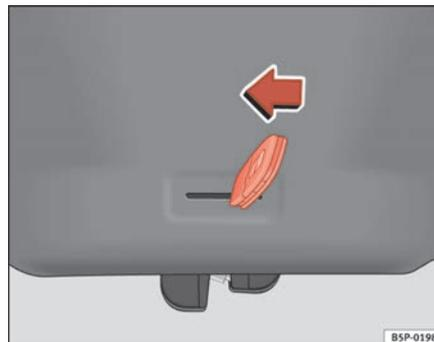

Fig. 68 Hayon arrière : ouverture d'urgence
- Introduisez le panneton de la clé dans la rainure et déverrouillez le système de fermeture en dirigeant la clé de droite à gauche comme indiqué par la flèche ⇒ fig. 68. ■